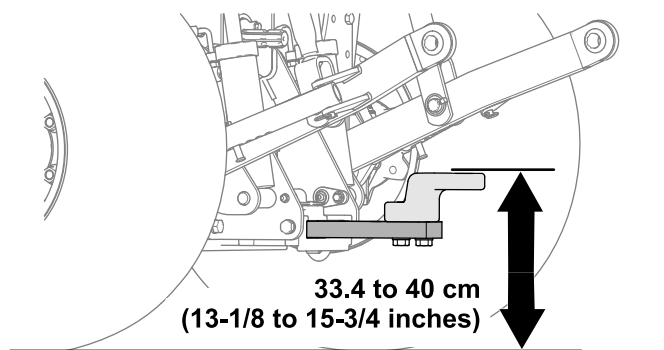

Figura 27
- Altura de trabajo: 33.4 cm – 40 cm (13⅜" – 15¾"); consulte Figura 27.